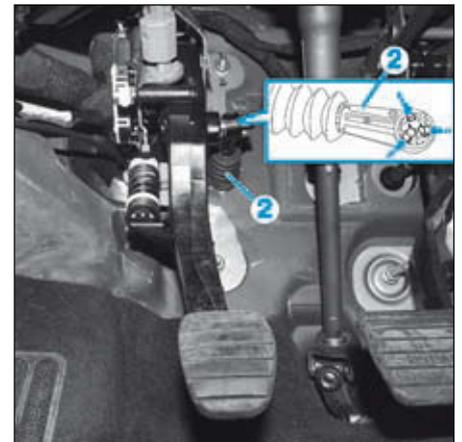

FIG.11
- Dégrafer la rotule (2) de l'émetteur de la pédale d'embrayage dans l'habitacle (Fig.11).